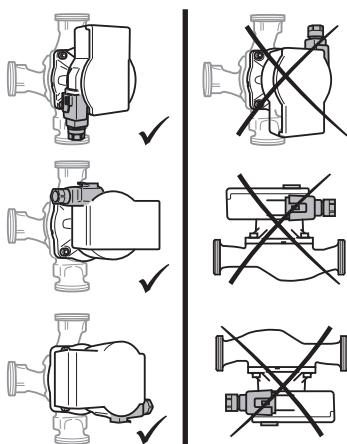

Fig. 2: Položaji ugradnje
- Mjesto ugradnje odaberite u skladu s dopuštenim položajem ugradnje (Fig. 2).
- Obratite pozornost na dopušteni ugradbeni položaj (Fig. 2) pumpe, po potrebi okrenite glavu motora (2+6).
- Obratite pozornost na dopušteni položaj ugradnje (Fig. 2) i strelicu smjera strujanja na kućištu pumpe (1).
- Čvrsto pritegnite 4 vijka kućišta (5).